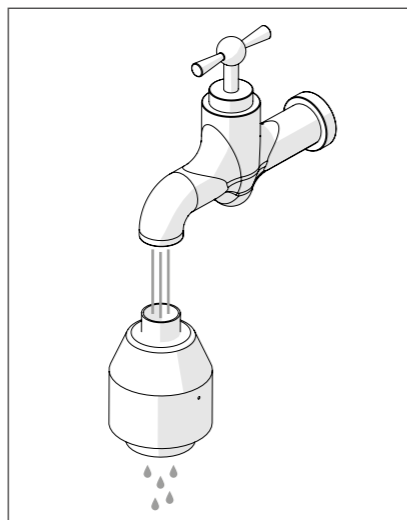

Ilustración 13
7. Enjuague el convertidor catalítico en agua caliente (Ilustración 13).